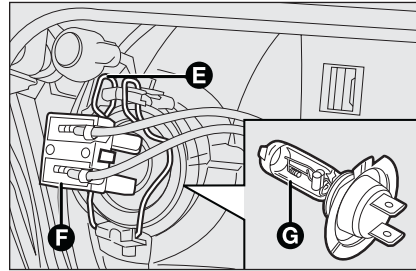

fig. 22
- scollegare il connettore elettrico **F**-fig. 22;